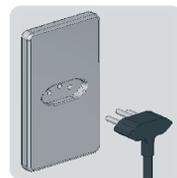

Fig. 3
▶ **A tomada de ligação do refrigerador deve ser ligada em tomada exclusiva (Fig.3).** Ela tem que estar ligada a um disjuntor ou fusível maior ou igual a 10A (verificando a voltagem na etiqueta atrás do produto e adequadamente aterrado).